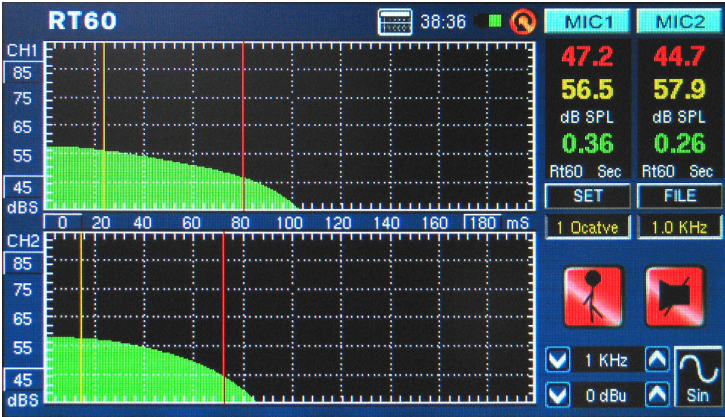

图 42
9. 选择SET并将滤波器模式设定为1octave。设置完成后，从滤波器频率显示区选择一个频率。这样的话，用户即可单独地重新获得选定频率的RT60计算结果(图42)。